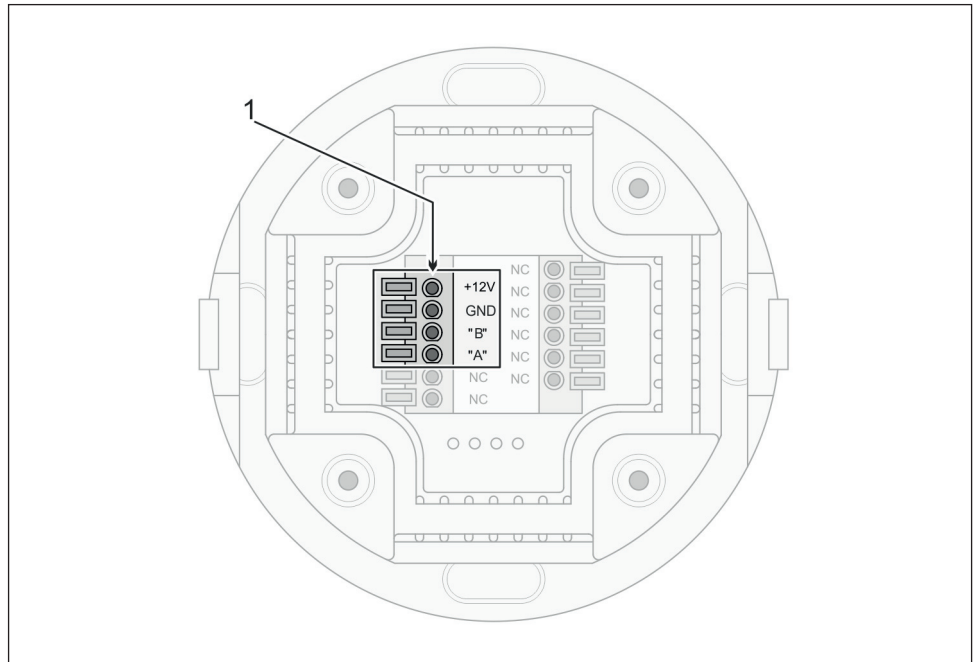

Fig. 13: Raccords sur la face arrière du lecteur WRU 200
3. Brancher les câbles de raccordement aux attaches du lecteur (Fig. 13/1).